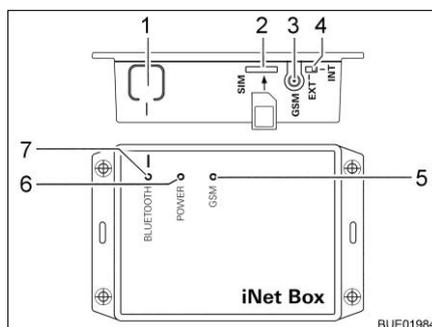

Fig. 127 Truma iNet-Box
- Appuyer sur la touche BLUETOOTH (Fig. 127,1) sur l'iNet-Box pendant 1 seconde. La Truma iNet-Box est visible pendant env. 2 minutes dans le terminal mobile (nom : "Truma iNet-Box"). Durant ce laps de temps, la DEL BLUETOOTH (Fig. 127,7) clignote.
- Introduire la mini-carte SIM qui a son propre numéro de téléphone et un crédit suffisant avec précaution comme illustré dans l'emplacement (Fig. 127,2) de la Truma iNet-Box jusqu'à ce qu'elle s'enclenche. La DEL rouge GSM (Fig. 127,5) doit clignoter en permanence. Si la DEL rouge s'éteint au bout de 20 secondes : contrôler la mini-carte SIM.